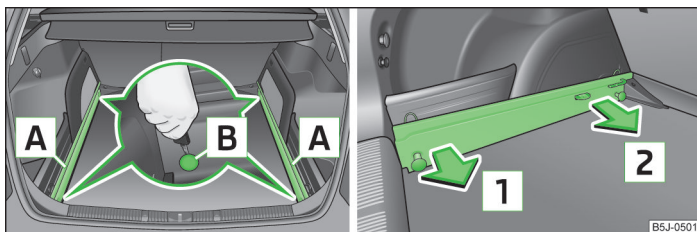

Fig. 53 Sgancio dei punti di fissaggio / rimozione delle guide di supporto
- Allentare i punti di fissaggio sulle guide di supporto utilizzando » fig. 53 la chiave del veicolo oppure con un cacciavite piatto.
- Premere su ogni guida i due punti di fissaggio » fig. 53 sino all'arresto.